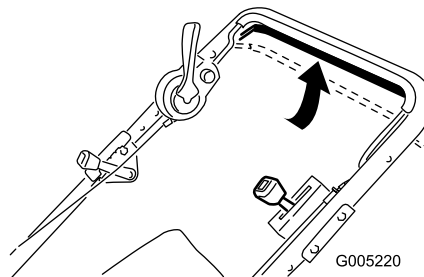

Figura 15
3. Premete la barra di comando della trazione contro la stegola (Figura 15).